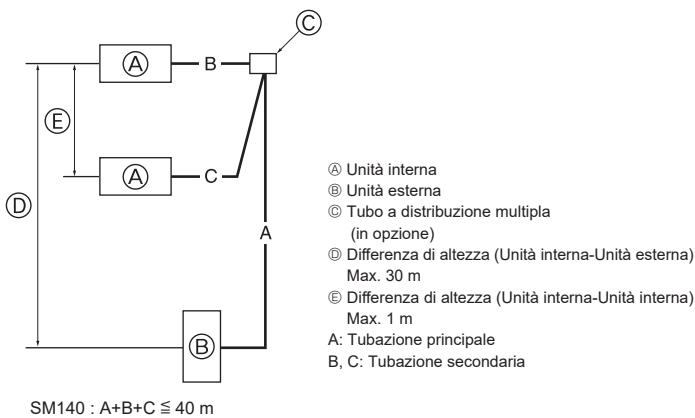

Fig. 4-8
4.8. Per combinazione doppia (Fig. 4-8)